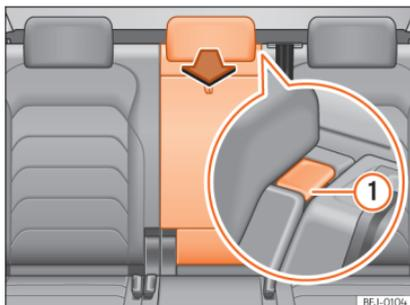

Fig. 130 Encosto do banco traseiro: abertura do alçapão para cargas grandes
»» **Fig. 130** ① e rebata o alçapão para a frente »» ⚠.